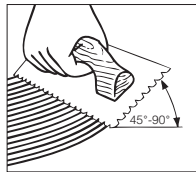

Figura 4
- Sostenga la llana a un ángulo mínimo de 45° (Figura 4) firmemente contra la base.